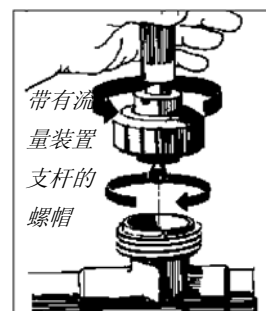
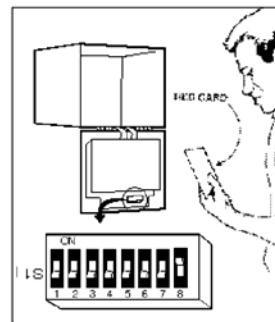

图 7
图12
8. 轻轻地将探测器安装在流量装置的传感器机架上。确保探测器被牢固地固定在机架上。(图 7)。
2. 如图12所示,在母板上找到开关S1(也可参考32页的图7)。确保开关S1-“8”处于“打开”位置。